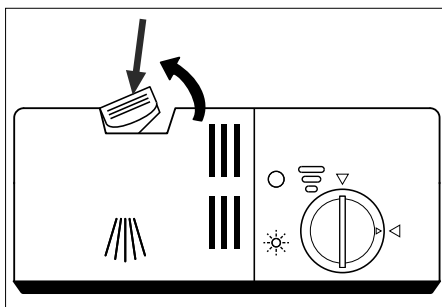

Fig. 12
- ▶ Se il coperchio del contenitore del detersivo (3/4) è chiuso, tirare la leva di sblocco (vedere la **fig. 12**). Il coperchio (7) si apre.